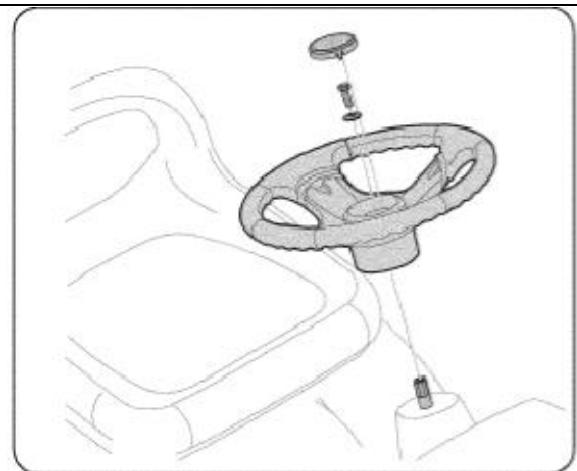

Рис.3
2. Поместите шайбу (выемкой вниз) поверх руля и зафиксируйте шестигранным болтом См. Рис. 3.